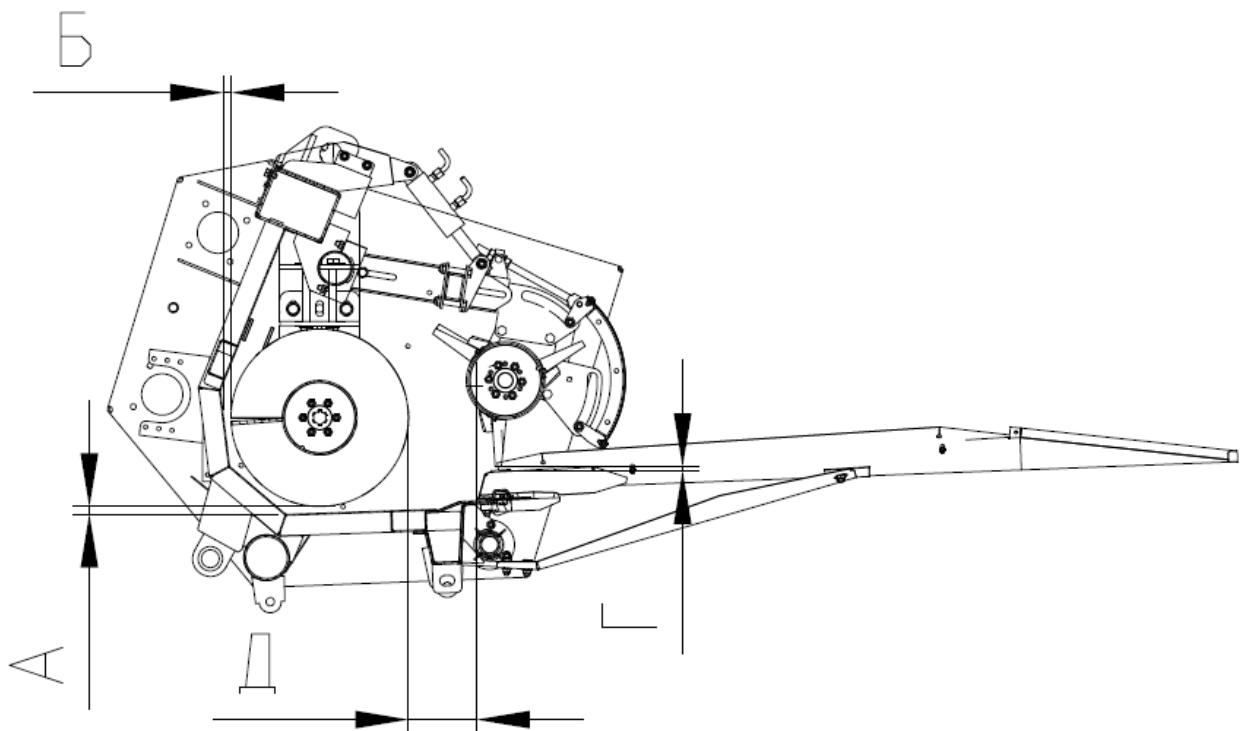

Рис.19 Регулировка жатки.
7.1 Для обеспечения равномерной подачи срезанной массы от шнека к наклонной камере необходимо провести установку зазоров А (рис.19) между спиралью шнека и днищем жатки, а также зазор Б между спиралью шнека и ветровым щитом жатки. При установке зазоров контролируйте значения А и Б в месте наибольшего сближения витков шнека с днищем жатки и ветровым щитом. Зазор А между шнеком и днищем должен быть в пределах от 20 мм до 30 мм, зазор Б между спиралью шнека и ветровым щитом от 25 мм до 35 мм. Они являются исходными при нормальных условиях уборки. Если имеются случаи забивания шнека хлебной массой, то указанные зазоры следует изменить до оптимальных значений, в соответствии с убираемым фоном. Периодически необходимо проверять отсутствие щелей в соединениях наклонной камеры с переходной рамкой. В местах сопряжения зазоры допускаются до 3 мм.